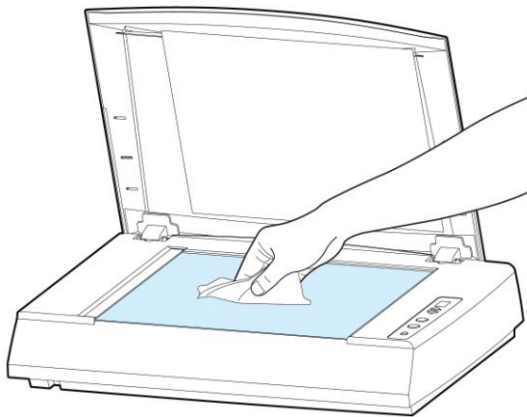

図 7-1
- 2) 図 7-1 に示されるように、ドキュメントカバーを開く。ドキュメントガラスを拭きます。